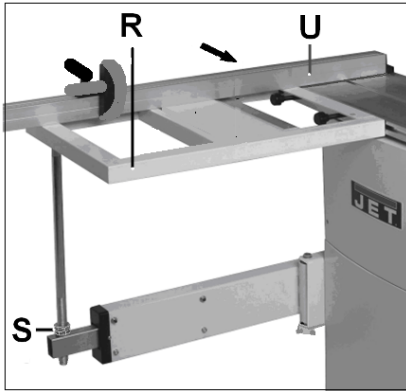

Рис. 11
Поднимите стол поперечного распила (R, Рис. 11) на телескопическую раму, продвиньте в Т-образную канавку каретки и зафиксируйте на месте.
Для коррекции сдвиньте каретку так, чтобы телескопическая направляющая встала перпендикулярно каретки (показано на Рис. 11).
Завершите выравнивание: настройте стол поперечного распила так, чтобы он был на одном уровне со столом станка при помощи гаек (S). Законтрите две гайки (S, Рис. 11).
Настройка поперечного упора: Запрещается производить настройку поперечного упора (U, Рис. 11) на включенном станке.
90°-е регулируемые стопоры (R, Рис. 11) установлены на заводе-изготовителе.